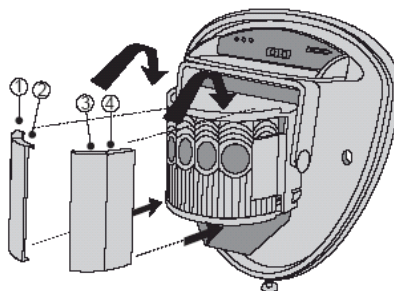

fig. 8
- El módulo del detector dispone de dos obturadores corredizos para reducir el ángulo de detección. Se incluye también un juego de cortinas adicional para utilizar en caso de que el diagrama de haz deba estrecharse más, p. ej. si se requiere un ángulo de detección mínimo de 10 grados. Las cortinas encajan en el módulo panorámico y de inclinación, como se indica en la fig. 8 siguiente. Cada sección de la lente del detector ofrece un diagrama de cobertura de aproximadamente 10 grados.
Véase la fig. 8.